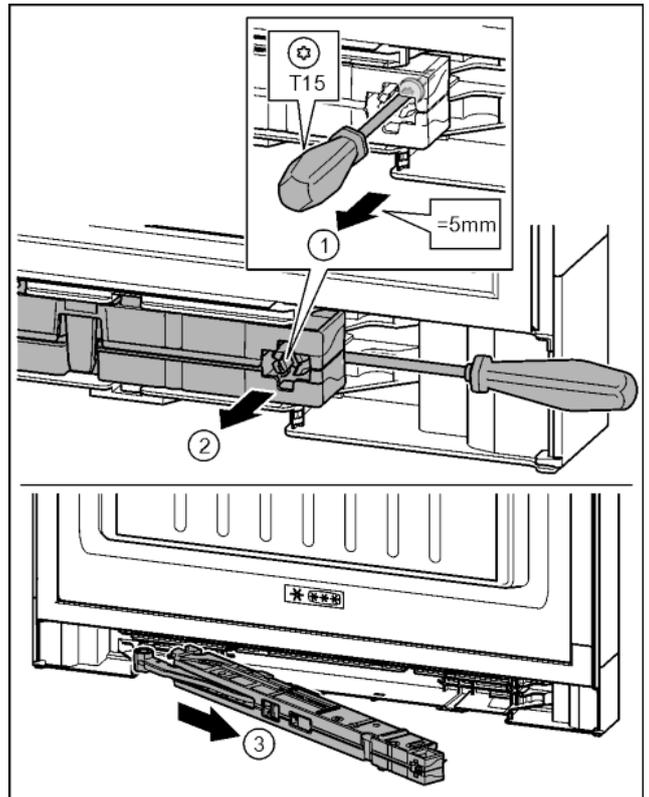

Fig. 19
► Schraube an Schließdämpfereinheit mit Schraubendreher T15 ca. 5 mm lösen. Fig. 19 (1)
► Mit Schraubendreher griffseitig hinter Schließdämpfereinheit fahren. Einheit nach vorn drehen. Fig. 19 (2)
► Einheit herausziehen. Fig. 19 (3)